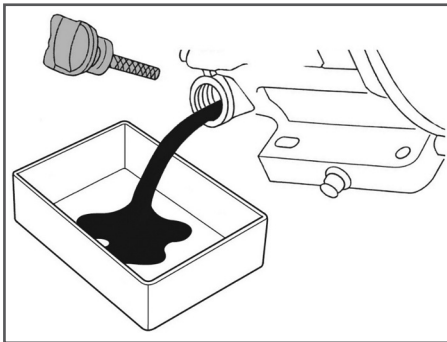

Рис. 19 Замена моторного масла
- (1) Техническое обслуживание должно осуществляться более часто, при работе в пыльных условиях.
(2) Данный вид работ необходимо выполнять в авторизованном сервисном центре.
6. Подставьте под маслозаливную горловину ёмкость для масла, после чего с помощником наклоните виброплиту с помощью рабочих рукояток в сторону задней маслозаливной горловины двигателя и слейте отработанное масло через маслозаливную горловину в подготовленную для этого ёмкость (Рис. 19).